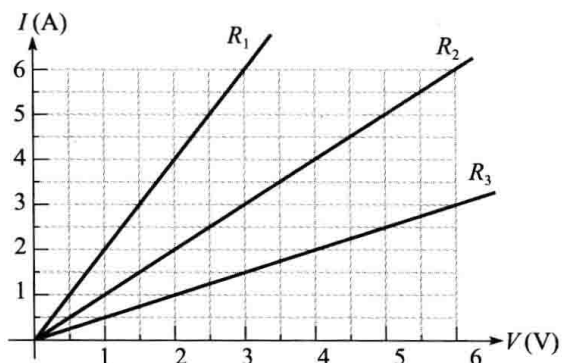

图 3-36 习题 57 图
57. 图 3-36 是三个电阻的电压电流关系图, 试确定 R_1 、 R_2 和 R_3 。